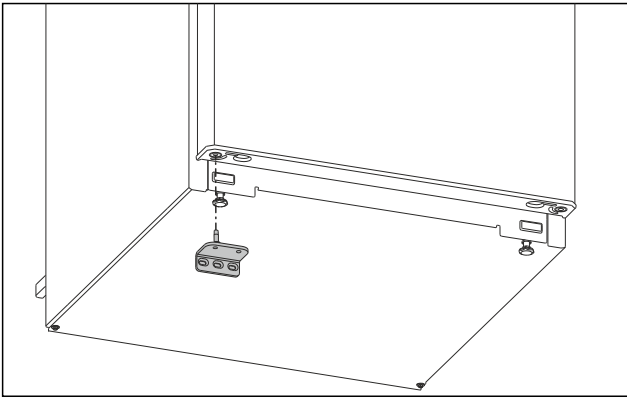

Fig. 14
- ▶ Unteren Lagerbock auf der Gegenseite einsetzen. (siehe Fig. 14)